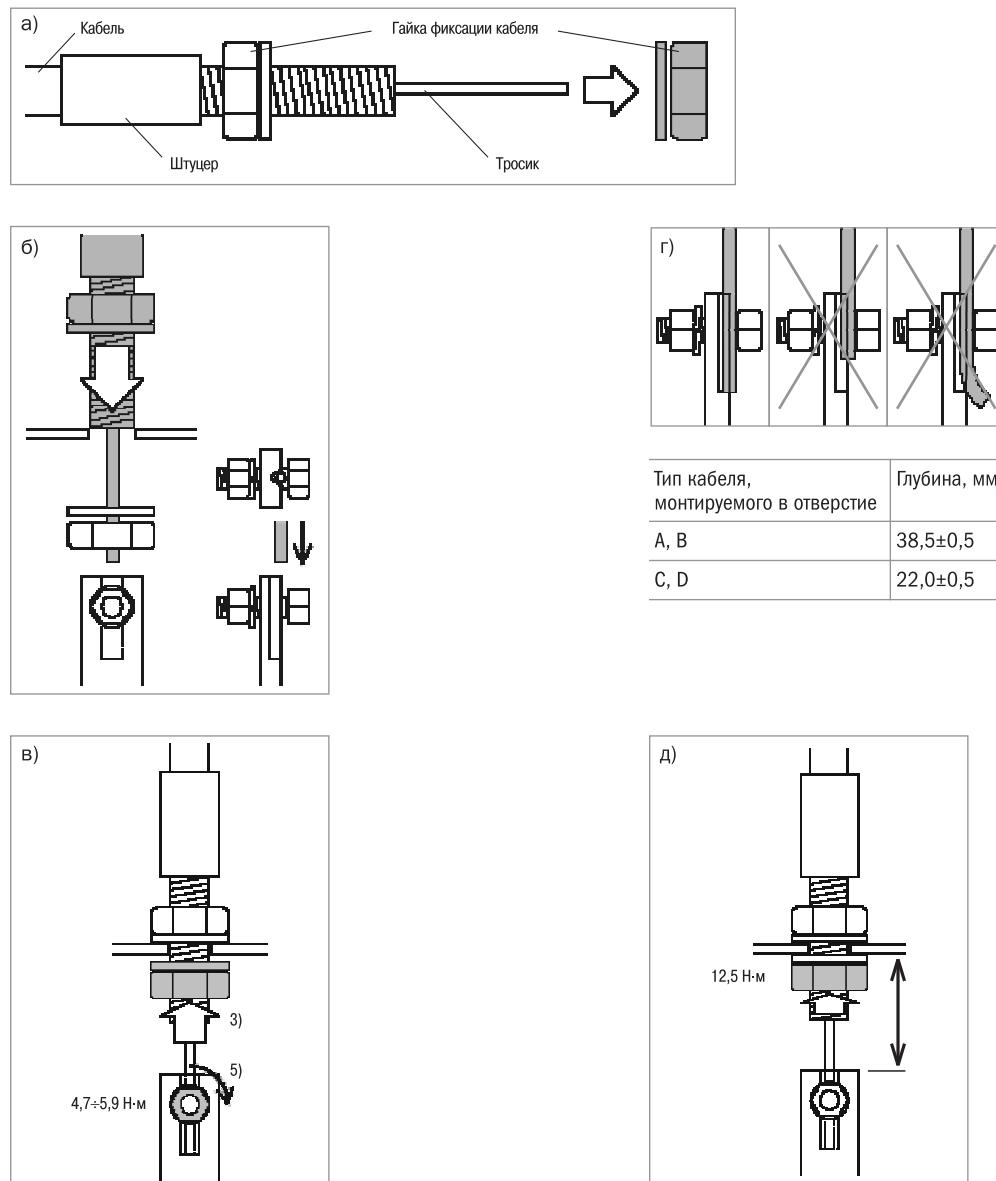

Рисунок 71. Последовательность монтажа
- Ослабьте гайку крепления кабеля и гайку фиксации проводов (см. рисунок 71 а).
- Просуньте кабель в монтажное отверстие и вставьте тросик в отверстие для фиксации болтом (см. рисунок 71 б).
- Наживите слегка гайку крепления кабеля (см. рисунок 71 в).
- Протолкните тросик до упора (см. рисунок 71 г).
- Удерживая тросик, затяните гайку, фиксирующую тросик, с усилием от 4.7 до 5.9 Нм (см. рисунок 71 в).
- Убедитесь, что расстояние между суппортом и рычагом соответствует указанному и затем затяните фиксирующую проводку крепежную гайку с усилием 12.5 Нм (см. рисунок 71 д). Если расстояние больше указанного, смотри пункт 8.